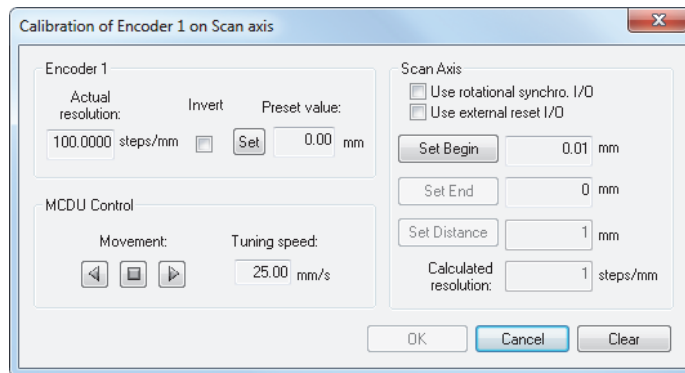

図 5-15 スキャン軸上のエンコーダー 1 の **[Calibration of Encoder]** ダイアログボックス
4. **[Calibration of Encoder]** ダイアログボックス (179 ページの図 5-15 に示す例を参照) で、次の手順に従います。